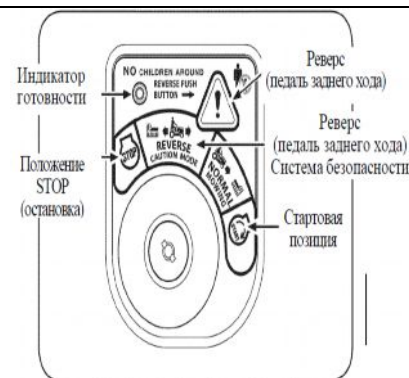

Рис. 8
2. Переместите ключ зажигания с нормальной позиции /зеленый сектор/ в положение REVERSE /;желтый сектор/ на блоке зажигания. См Рис. 8.
3. Нажмите на кнопку обратного хода/Оранжевого цвета треугольник, расположенный в верхней правой части панели. Красная лампочка-индикатор, расположенная в левом верхнем углу, зажжется, сигнализируя об активации режима заднего хода. См. Рис.8.